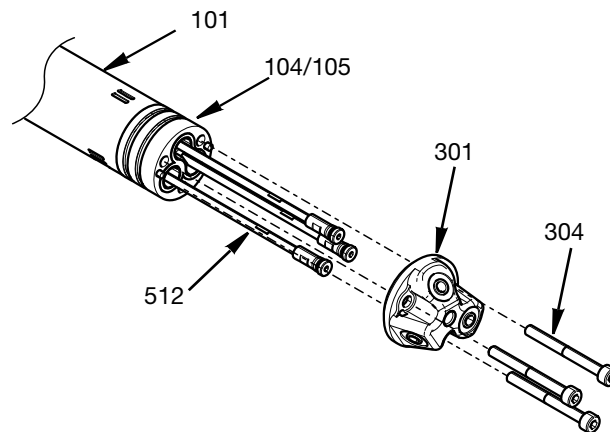

FIG. 12
4. Demontujte tři šrouby s šestihlannou hlavou M4 (304), které upevňují hlavu trysky (301) a adaptér (104/105) k přednímu konci středního tělesa (101). Pak lze demontovat jehly uzavíracího ventilu (512). Viz Fig. 12.